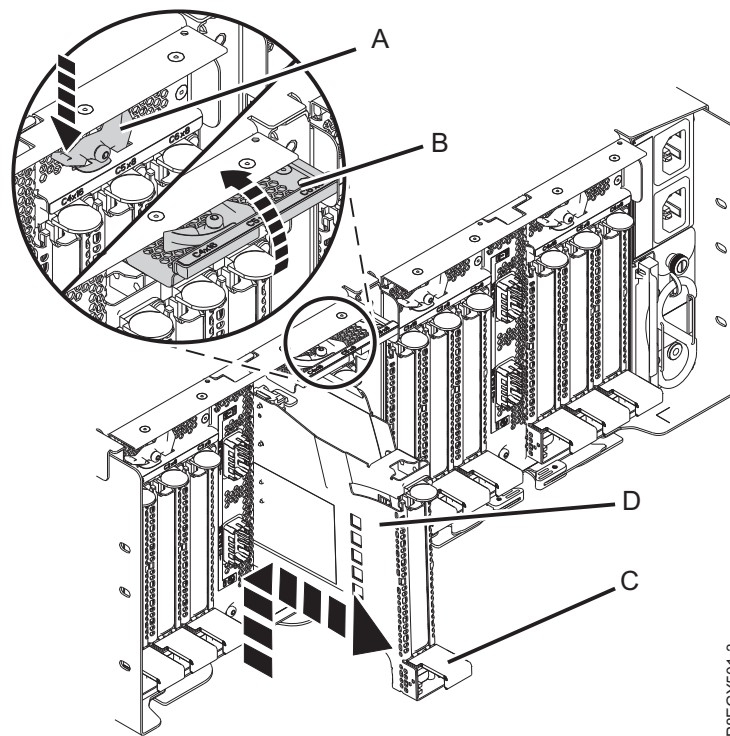

図 19. PCIe3 拡張ドロワーからの PCIe アダプター・カセットの取り外し
- a. 図 19 に示すように、スロットのターゲットにラッチ・レバー (A) を押しつけます。このアクションにより、ラッチ・ドアが上に回転して、開いた位置になります。図 19 の (B) を参照してください。
- b. 図 19 に示すように、カセット・ハンドル (C) を持ち上げ、カセット (D) をそのスロットから引き出します。